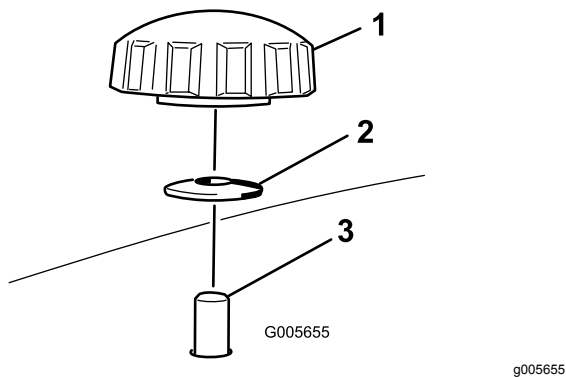
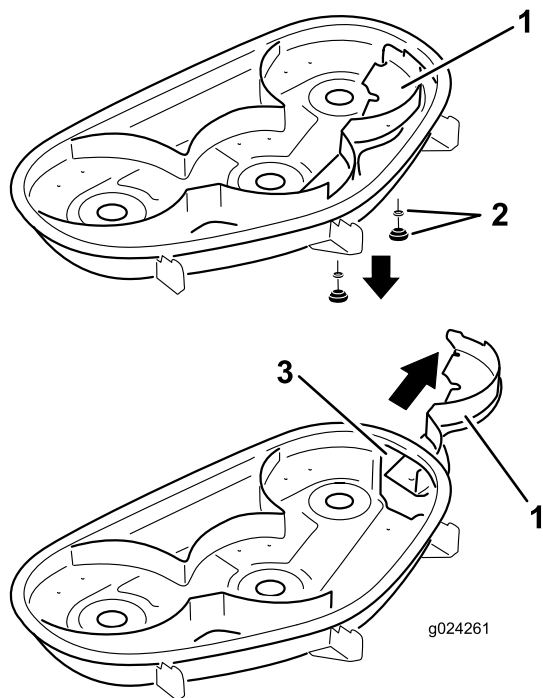

Figura 16
Figura 17
4. Togliete le 2 manopole e le rondelle curve che fissano il diaframma destro al tosaerba (Figura 16).
5. Togliete il diaframma destro e abbassate il deflettore dell'erba sull'apertura di scarico come illustrato nella Figura 16 e Figura 17.
5. Infilate il diaframma destro sotto il piatto di taglio e fissate utilizzando le 2 manopole e le rondelle curve (lato concavo verso il tosaerba) come illustrato nella Figura 16 e Figura 17.